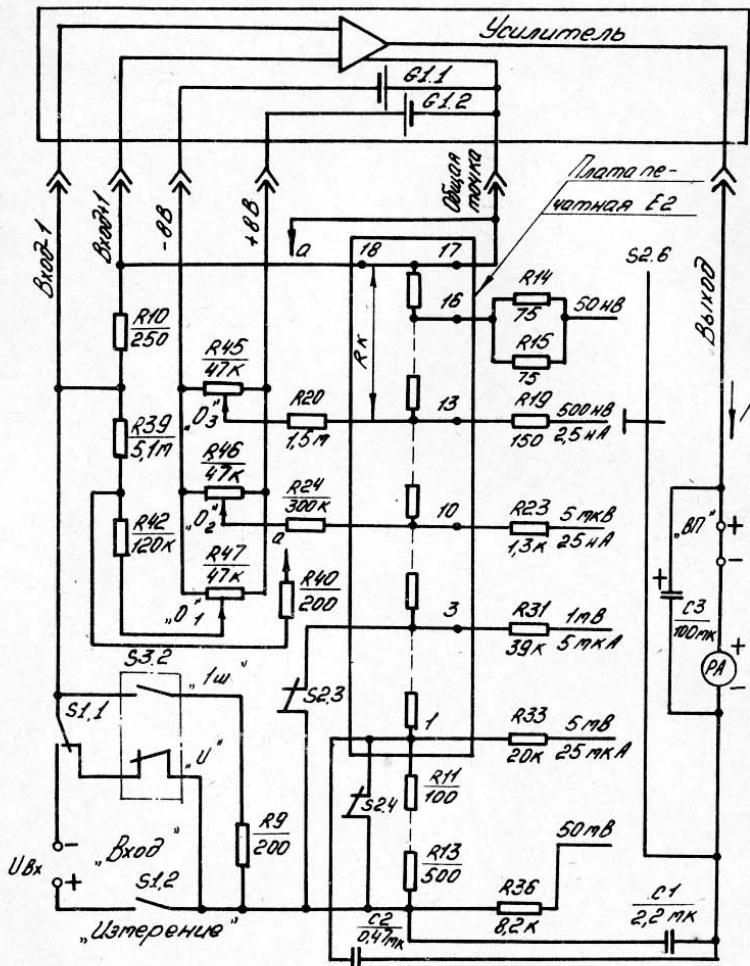
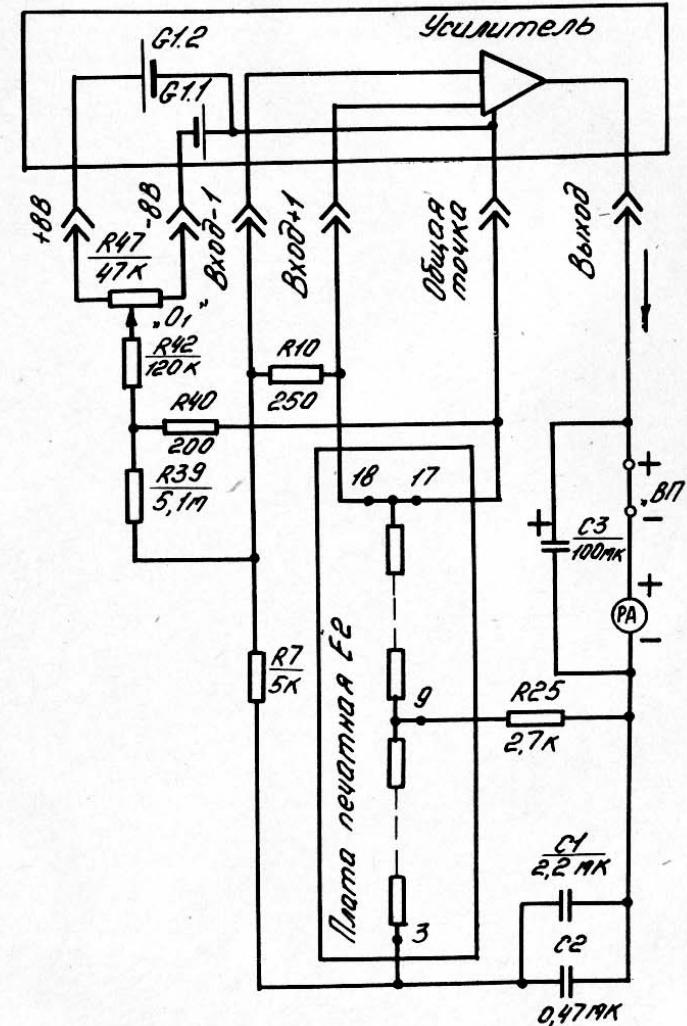
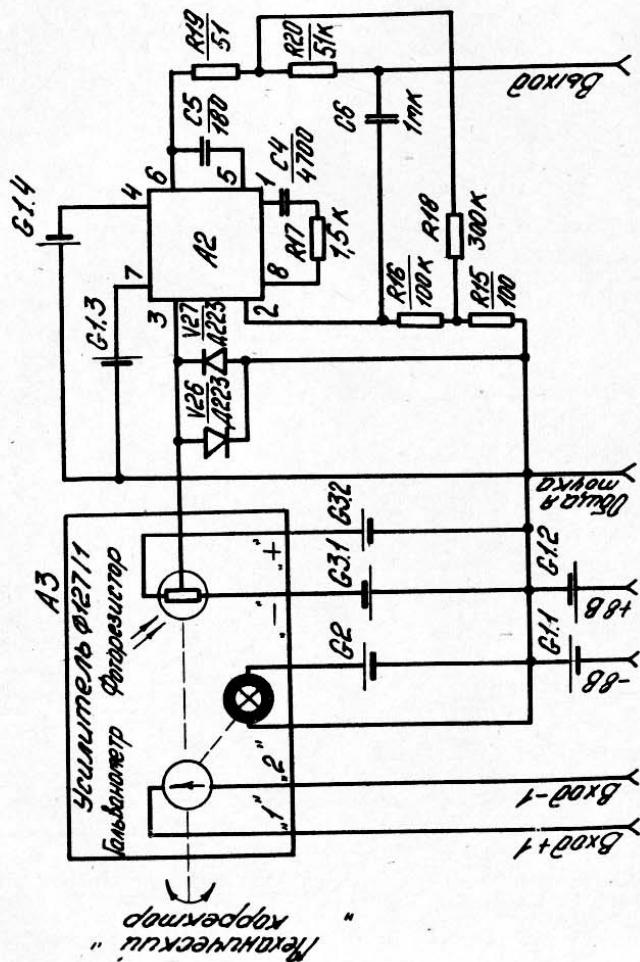

Рис.1. Схема прибора на компенсационных диапазонах измерений напряжения и расширенных диапазонах измерений тока.
Рис.2. Схема прибора при установке нуля "по току".
Рис.5. Упрощенная схема усилителя
Ниже рассмотрены частные схемы прибора при измерении различных величин (рис.1, 3, 4), схема установки нуля "по тому" (рис.2) и упрощенная схема усилителя (рис.5).
Измерение напряжений на этих диапазонах осуществляется по схеме автокомпенсатора напряжений (см.рис.1).
Компенсация паразитного тока во входном контуре прибора, т.е. установка нуля "по току", производится резистором R47(01) при положении 01 переключателя диапазонов измерений S2, при котором включается компенсационный диапазон измерений 10-0-10 мкВ и подключается на вход сопротивления 5 кОм (см. рис. 2).
Измерение токов на этих диапазонах осуществляется по схеме автокомпенсатора напряжений путем измерения падения напряжения от измеряемого тока на шунте  $R_9$ (см.рис.1) при замкнутых контактах "Ish" переключателя S3.2.
Упрощенная схема усилителя представлена на рис.5. Усилитель содержит фотогальванометрический усилитель Ф127/1(АЗ), обеспечивающий высокую чувствительность прибора, и последующий усилитель напряжения, выполненный на микросхеме A2 и обеспечивающий необходимый коэффициент усиления всего усилителя. Кроме того, усилитель содержит следующие источники питания: усилителя Ф127/1 (G2, G3), микросхемы A2 (G1.3, G1.4), схем установки и смещения нуля (G1.1, G1.2).